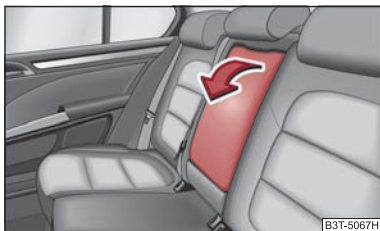

Fig. 75 Scaunele din spate: Cotiera
- Cotiera se poate rabata în jos, pentru sporirea confortului ⇒ fig. 75. ■